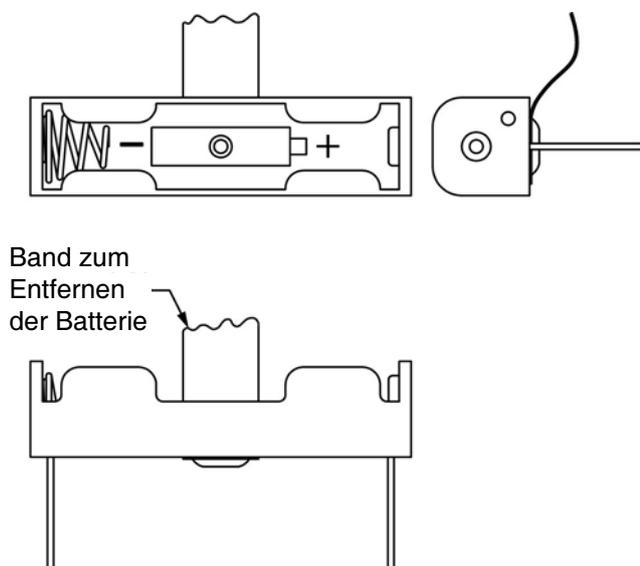

ABB. 15
5. Batteriesicherungsband unter Batterien nach oben ziehen, um die Batterie wie in ABB. 15 gezeigt zu lösen. Die Batterien gemäß den lokalen Vorschriften für die Batterieentsorgung entsorgen.
6. Die neue Batterie wie am Batteriehalter angegeben einsetzen. Fest auf die Batterie drücken. Siehe ABB. 15, um den Plus- und Minuspol der Batterie zu identifizieren.